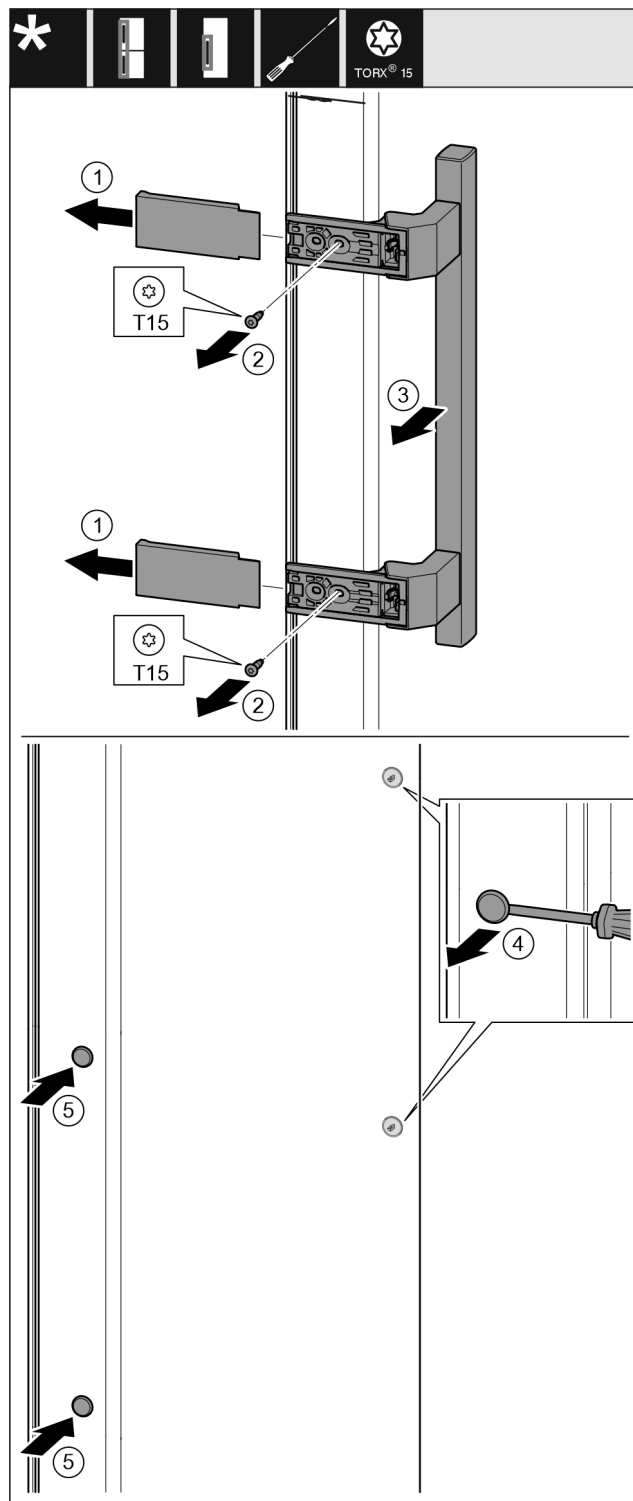

Fig. 18
- Zdjąć osłonę. Fig. 18 (1)
- Wykręcić śruby śrubokrętem Torx 15. Fig. 18 (2)
- Zdjąć uchwyt. Fig. 18 (3)
- Podważyć ostrożnie boczną zatyczkę śrubokrętem i wyjąć. Fig. 18 (4)
- Założyć ponownie zatyczkę z drugiej strony. Fig. 18 (5)